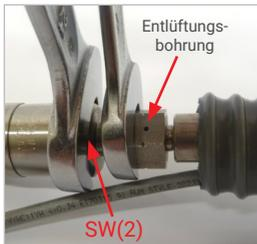

Abbildung 12
- ▶ Wenn an der Überwurfmutter des Schlauches eine Entlüftungsbohrung (siehe *Abbildung 12*) vorhanden ist, darf diese nicht verdeckt werden. Hier muss der Druck beim Lösen ungehindert entweichen können. Halten Sie die Entlüftungsbohrung weg vom Körper und Ihrem Gesicht. Halten Sie Ihre Hände und Finger weg von der Bohrung
- ▶ Lösen Sie die Verschraubung des Füllschlauches am Anschluss „B2“ des Nippelensatzes der Abreißsicherung. Hierzu an der Schlüsselweite SW(2) des Nippelensatzes gegenhalten (*Abbildung 12*).
Vorsicht: Wenn an der Überwurfmutter des Schlauches eine Entlüftungsbohrung vorhanden ist, darf diese dabei nicht verdeckt werden (*Abbildung 12*).